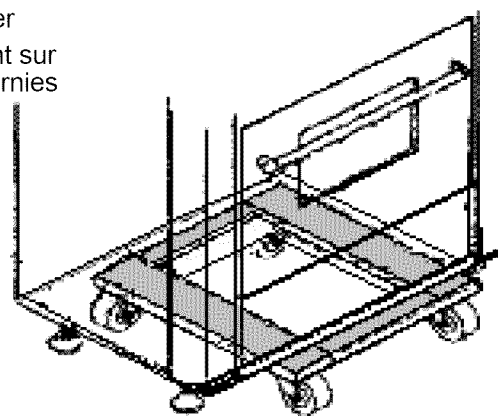

FIGURE 6: Positionnement de la Plate-forme À Roulettes
- En raison du poids de la cuisinière, il vaut mieux la déplacer à l'aide d'une plate-forme à roulettes souples ou d'un appareil de levage. Le poids doit être uniformément réparti sur la plate-forme (voir Figure 6).